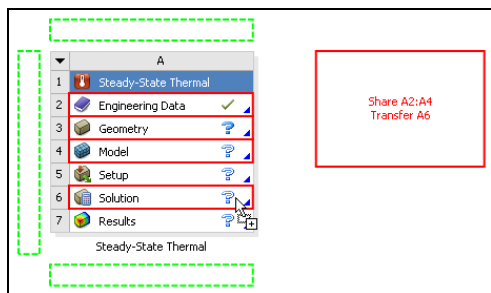
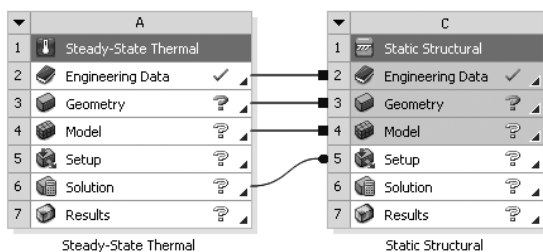

图 1-18 高亮显示
图 1-19 创建关联分析项目
**步骤 03** 在工具箱中按住鼠标左键拖曳 Static Structural 到项目管理区中项目 A 的 A6 栏，如图 1-18 所示，松开鼠标即可创建结构分析系统（项目 C），如图 1-19 所示，此时的项目 C 为与热分析耦合的结构分析系统。
如图 1-19 所示表示项目 A、C 之间 A2 ~ A4 数据共享，同时表示项目 A 的分析数据从 A6 传递到项目 C 中。